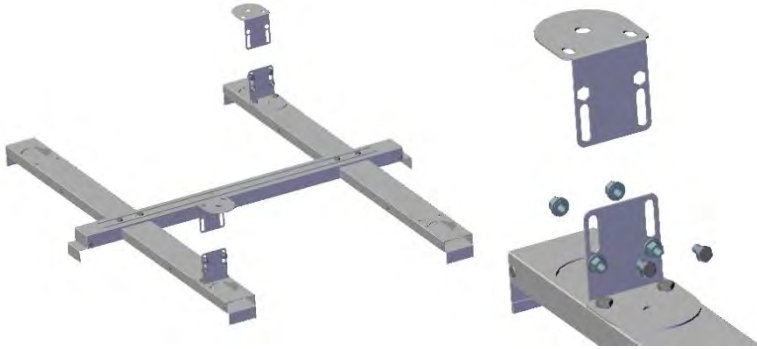

Fig. 50: Fothållare
6. Lossa den övre vinkeln för båda fothållarna (Fig. 50).